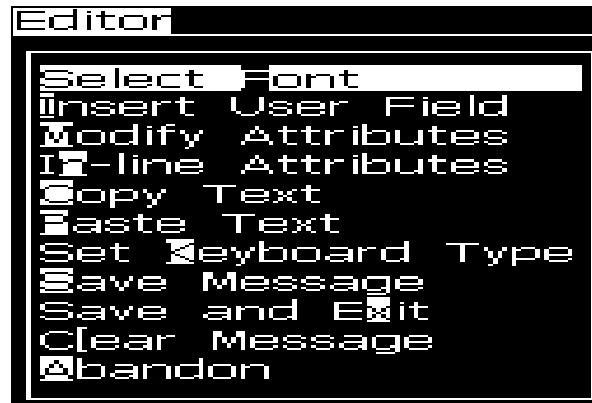

Figura 5-34. Menú Editor (Editor)
- 1 Pulse las teclas *Alt+E* o pulse *F1*. Aparecerá el menú *Editor (Editor)* (consulte Figura 5-34).